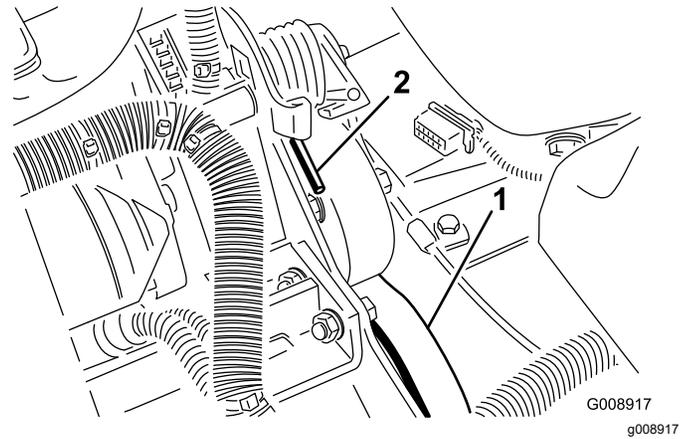

图 78
3. 上下按动弹簧的端部 (图 78) 将其从支架上解开释放弹簧上的张力。